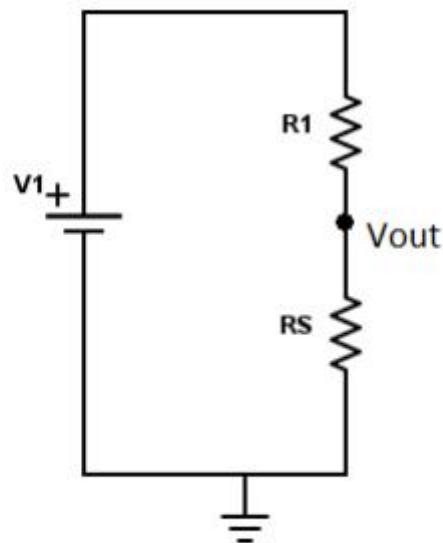

Figura 6-1. Conexión de sensor resistivo por divisor de tensión
- Probablemente la forma más simple de acondicionar un sensor resistivo es formar un divisor de tensión entre el sensor y un resistor fijo, como se ve en la Figura 6-1, donde R1 es una resistencia de valor fijo y RS Representa el sensor resistivo.